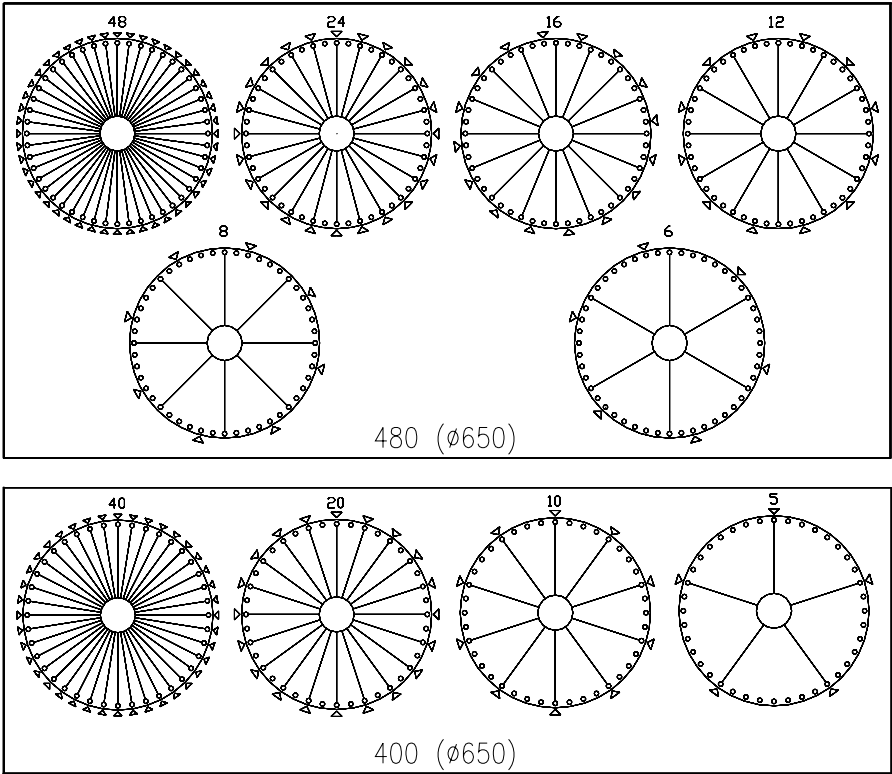

FIG. 7
Les plateaux de sélection fournis dans le distributeur ont les compartiments qui sont déjà préréglés comme en FIG. 6 - FIG. 7. Il peut être nécessaire de modifier les dimensions des compartiments pour recevoir des produits différents. On peut varier le nombre des compartiments en éliminant ou en ajoutant des palettes de séparation. Le nombre des compartiments pour plateau peut être: 6, 8, 12, 16, 24, 48 - 5,10,20,40. Quand on change le nombre des compartiments il est nécessaire de déplacer aussi les plaques coulissantes qui se trouvent sur le masque couvre-plateau Fig. 6. Il faut aussi ajouter ou enlever les bouchons qui ferment le petit piston en rapport avec la largeur du compartiment.
8. Mettre les bouchons à tous les trous qui doivent être fermés, comme déjà vu précédemment en FIG. 7.